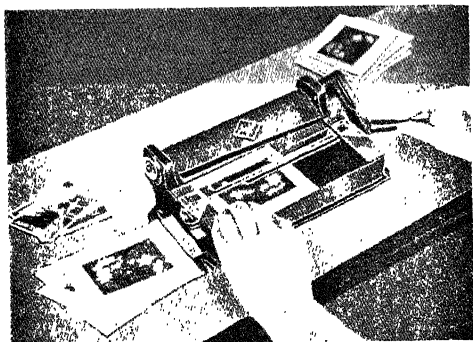
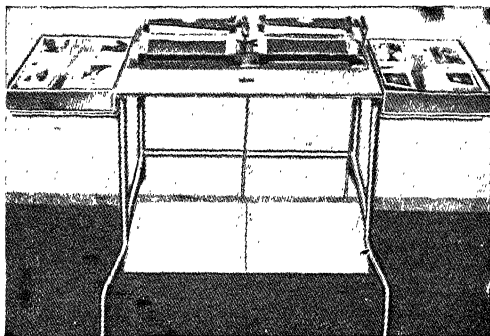

Abb. 134. Agfa-Schneidemaschine Nr. 761/764 (44)
Abb. 135. Agfa-Doppelschneidemaschine Nr. 556 (45)
Für das Schneiden schmaler oder breiter, Glatt- oder Bütenränder sind verstellbare Hand- oder Fußschneidemaschinen (44) notwendig. Schneidemaschinen (siehe Abb. 135 u. 136) mit Fußantrieb sind sehr leistungsfähig, weil die Hände für das Einführen, Ausrichten und Herausnehmen der Bilder frei sind und der Griff nach dem Schneidehebel (siehe Abb. 134) fortfällt.
Schneidemaschinen (siehe Abb. 134) ist beiderseitig feststellbar, wodurch schiefe Schnitte infolge Verschiebens des Lineals vermieden werden. Das durchsichtige Anlegelineal erleichtert das Anvisieren der Schnittlage; es kann mit Hilfe der beiderseitig angebrachten Millimeterskalen exakt auf jede gewünschte Randbreite eingestellt werden.